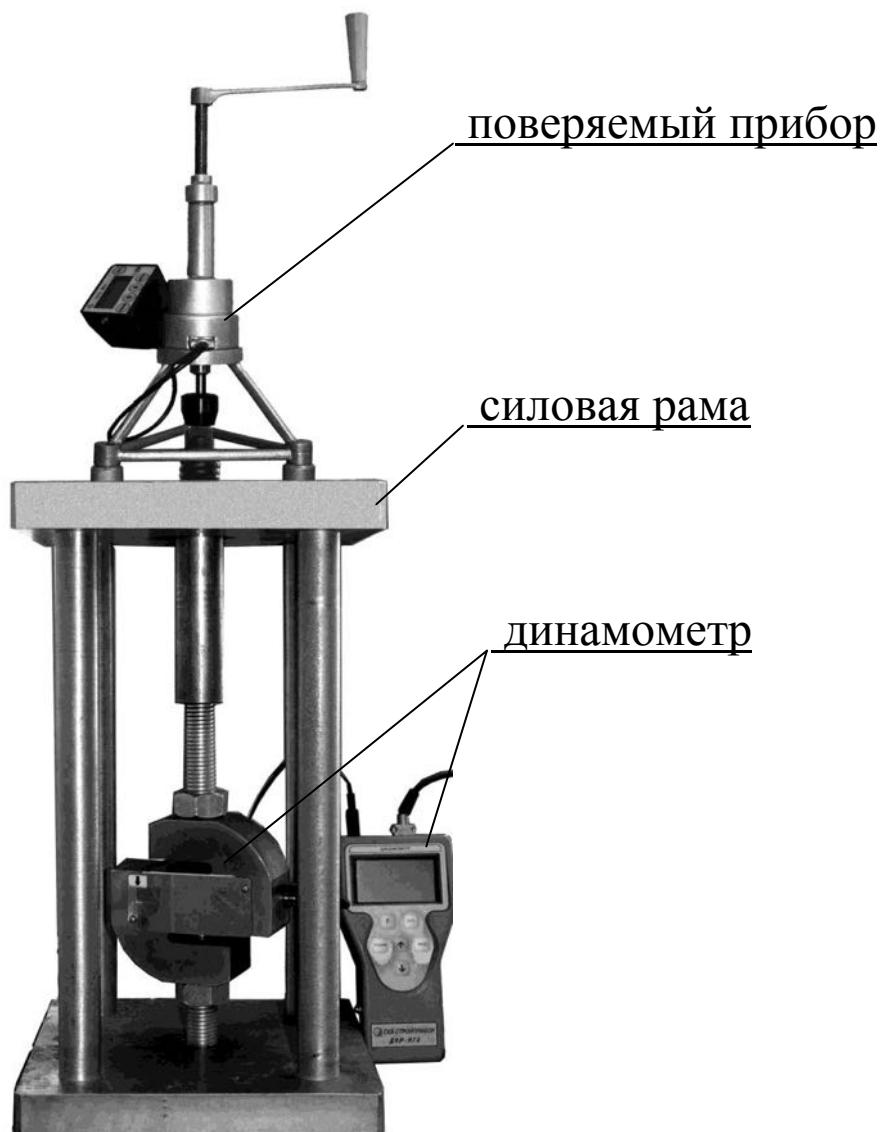

Рисунок 3 – Установка прибора при поверке
4.5.4.1 Динамометр устанавливают между нижней и верхней плитой силовой рамы, проверяемый прибор устанавливают опорами на верхнюю плиту силовой рамы. Схема установки прибора при поверке приведена на рис. 3.